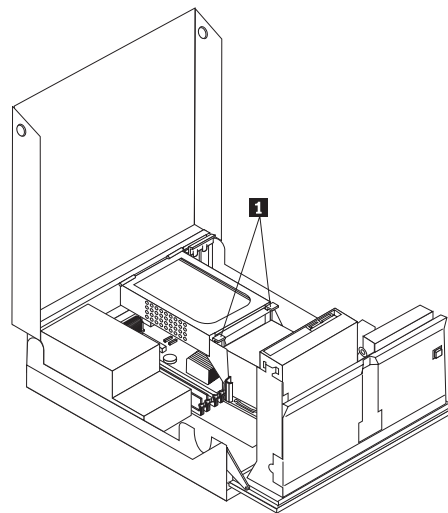

図 23. ハード・ディスクへのアクセス
2. ハードディスク・ドライブの位置を確認します。図 23を参照してください。